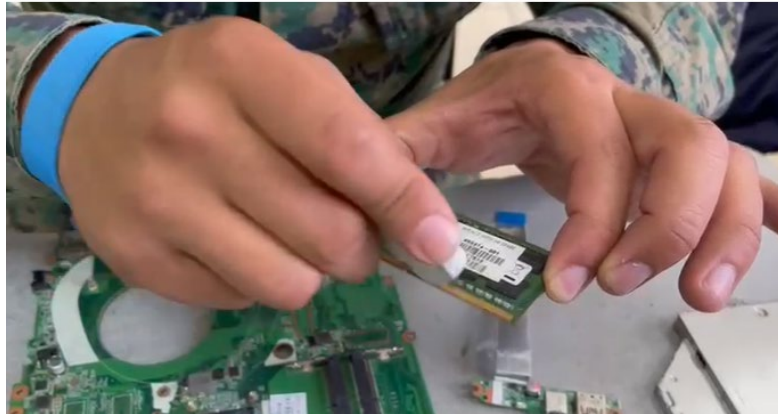

Figura 13. Limpieza de la RAM.
13. Para la limpieza de memoria RAM, es recomendable utilizar un borrador de queso esto permite que la fricción de los pines de conexión elimine las impurezas como se evidencia en la figura 13.